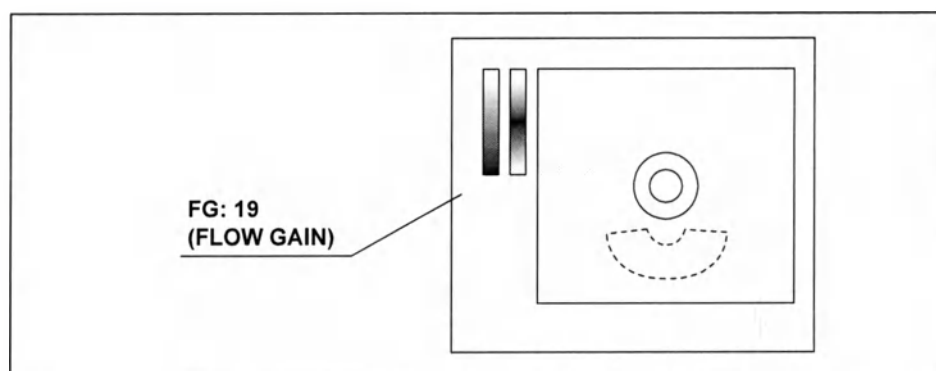

Рисунок 7.106
- 1 С каждым нажатием кнопки FLOW GAIN + увеличивается чувствительность потокового сигнала. Значение настройки усиления потока, отображаемое на дисплее монитора, увеличивается (см. рис. 7.106).
- 2 С каждым нажатием кнопки FLOW GAIN – уменьшается чувствительность потокового сигнала. Значение настройки усиления потока, отображаемое на дисплее монитора, уменьшается (см. рис. 7.106).